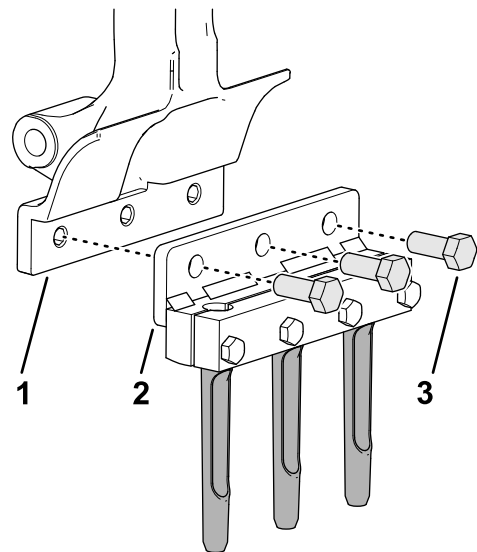
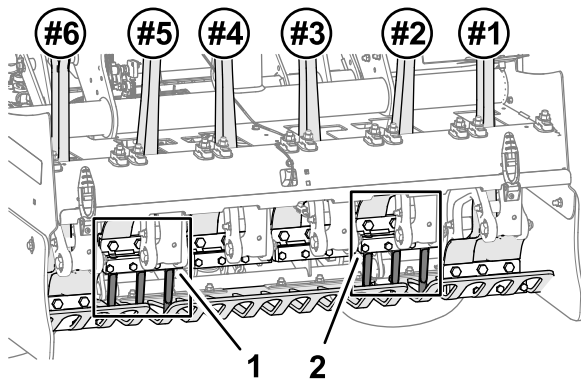

Figura 43
Figura 42
1. Monte provisionalmente el portataladros y los taladros al brazo de taladros n.º 2 (Figura 42 y Figura 43) con 3 pernos ($\frac{1}{2}$ " x $1\frac{1}{4}$ ").